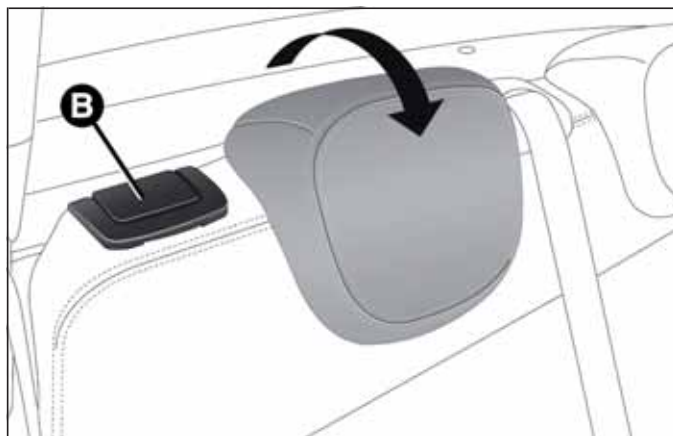
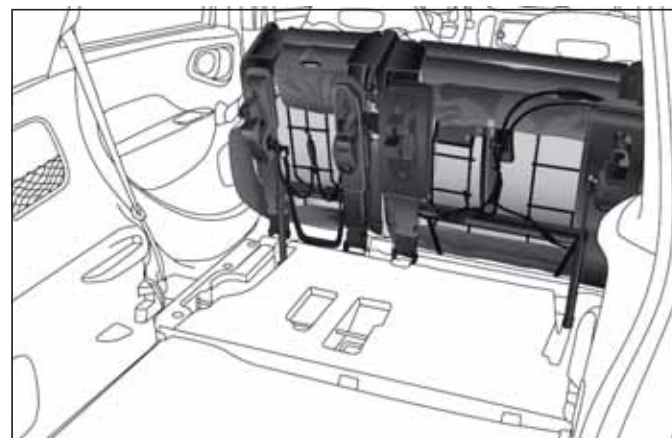

fig. 89
fig. 90
- ❑ levantar la palanca de desenganche B fig. 89 para abatir la parte izquierda o derecha del respaldo: el respaldo y el cojín se inclinarán automáticamente hacia delante (ver fig. 90). Si es necesario acompañar el respaldo en la primera parte de la inclinación.